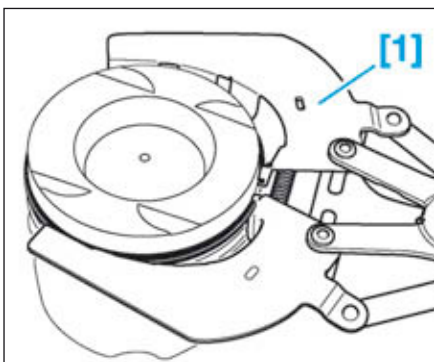

FIG.80
- Déposer les segments du piston à l'aide d'une pince à segments [1] (Fig.80).